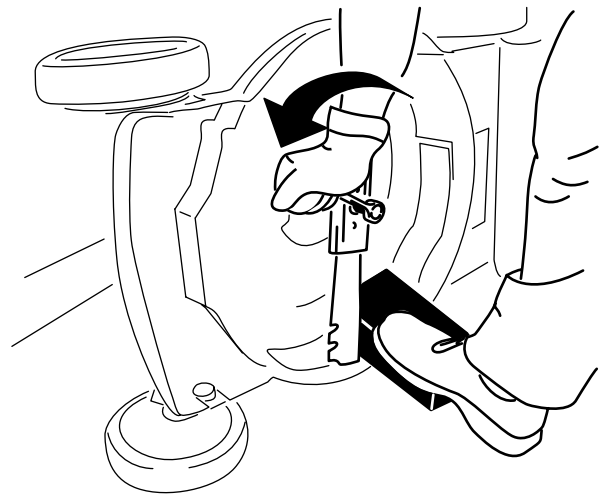

Bild 20
2. Stabilisieren Sie das Messer mit einem Holzblock (Bild 20).
3. Entfernen Sie die Messerschraube und das Messer und bewahren Sie die Messerschraube auf (Bild 20).